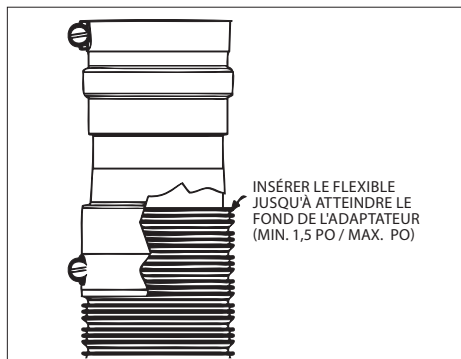

Figure 14
5. Placer l'adaptateur sur le flexible (le tube intérieur s'insère à l'intérieur du flexible, alors que le tube extérieur se place à l'extérieur du flexible). L'adaptateur, une fois correctement placé, doit recouvrir les marques faites sur le flexible à l'**étape 1 (Figure 14)**.